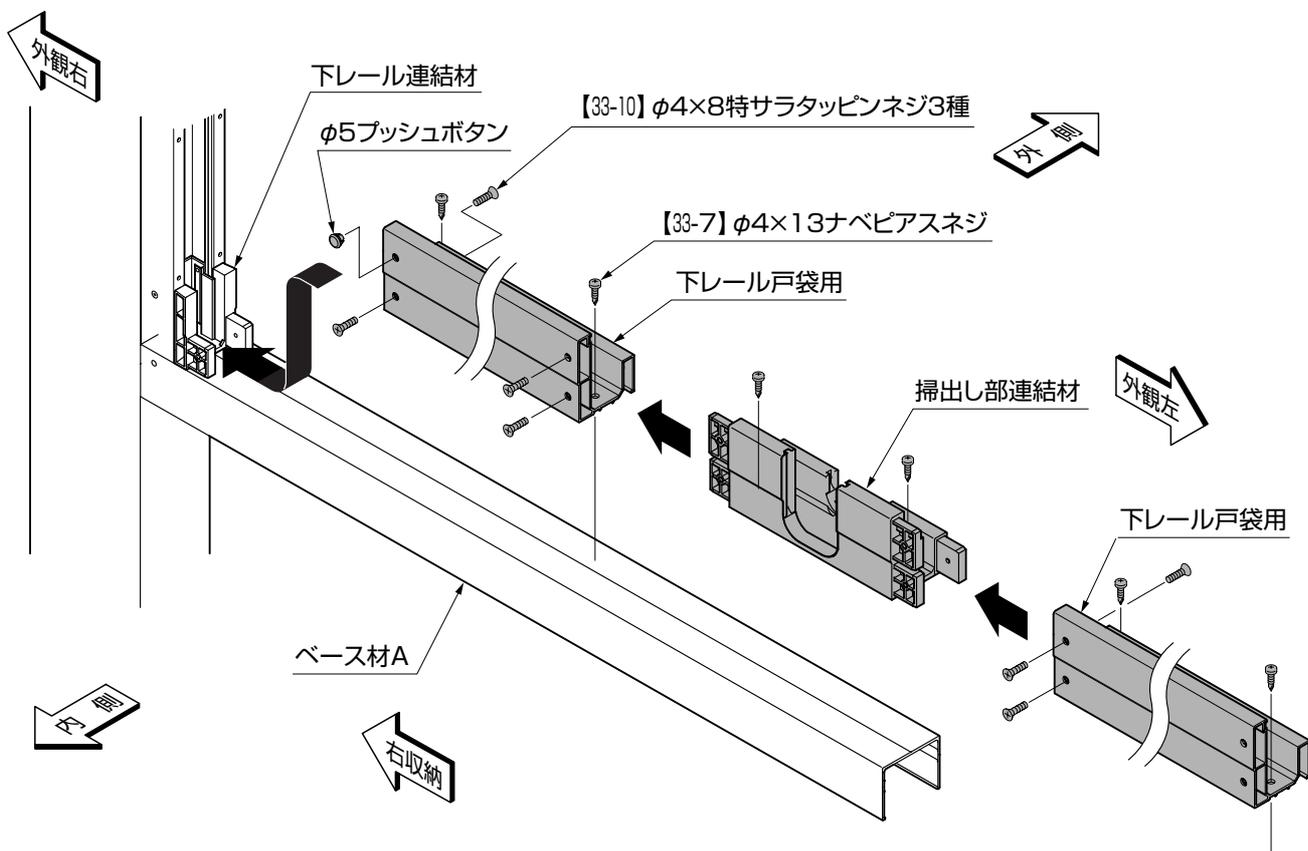
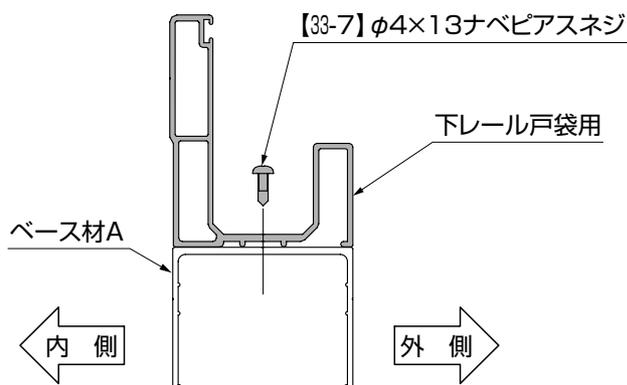

図7-1
図7-2 下レール取付け位置
- ①下レール連結材に下レール戸袋用を入れて、【33-10】で取付けてください。(図7-1参照)
- ②下レール戸袋用に掃出し部連結材を入れて、【33-10】で取付けてください。
- ③掃出し部連結材に下レール戸袋用を入れて、【33-10】で取付けてください。
- ④下レールと掃出し部連結材を【33-7】で取付けてください。(図7-2参照)
- ⑤吊元枠側の下レール戸袋用にφ5プッシュボタンを取付けてください。(図7-1参照)